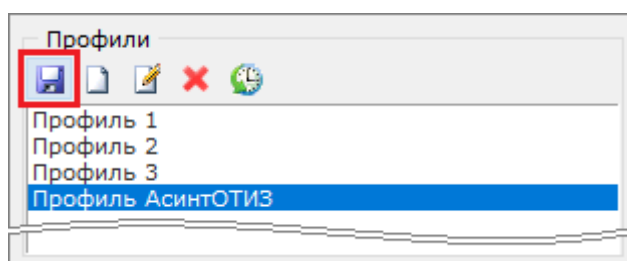

Рисунок 11-234 Сохранение изменений в профиле
- либо нажмите кнопку  «Сохранить профиль» (см. Рисунок 11-234) на панели инструментов области «Профили»;